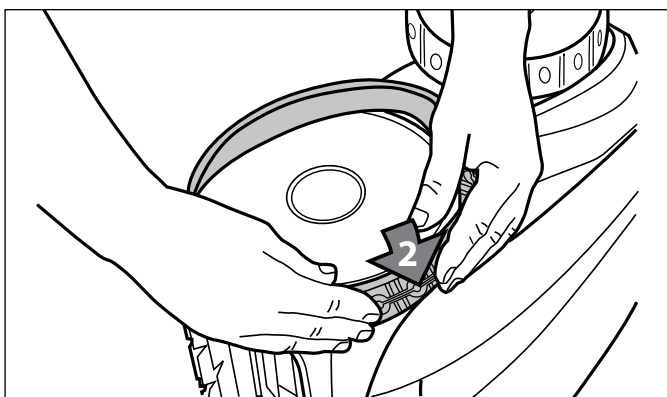

Figure 38. Commencer par un côté du pneu
4. Pousser un côté du pneu sur la roue et mettre la nervure du pneu dans la rainure de la roue (Figure 38).